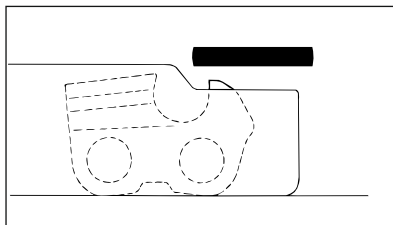

Рис. 81
- Ограничитель глубины обрабатывать вместе с опилочным шаблоном (рис. 81)